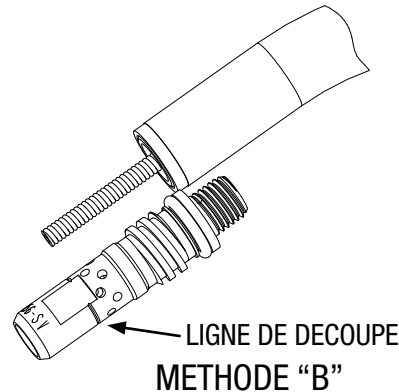

Figure 6: Longueur de Decoupe de Conduite
- Méthode « gA » – A l'aide d'un mètre ruban ou d'une règle graduée, marquer et couper la conduite à la longueur indiquée (1 5/16 »). Voir la Figure 6 — Méthode « gA » h.
- Méthode « gB » – Les diffuseurs comportent une rainure usinée sur leur pourtour extérieur. Positionner le diffuseur comme illustré sur la Figure 6 — Méthode « gB », puis marquer et couper la conduite.